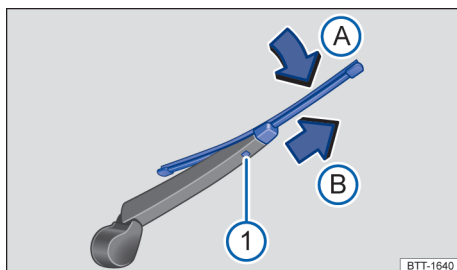

Fig. 172 Substituir a palheta do limpador do vidro traseiro.
- Manter o botão de destravamento pressionado → Fig. 172 ①.
- Incliná-la palheta dos limpadores do vidro na direção do braço dos limpadores do vidro traseiro → Fig. 172 ② (seta) e, ao mesmo tempo, retirar no sentido da seta ③. Para isso, poderá ser necessário um esforço um pouco maior.
- Introduzir a nova palheta dos limpadores dos vidros **de mesmo comprimento e versão** no braço dos limpadores dos vidros no sentido contrário ao da seta → Fig. 172 (seta ④), até que ela se encaixe. Agora a palheta dos limpadores dos vidros deverá estar em posição rebatida para fora → Fig. 172 (seta ⑤).